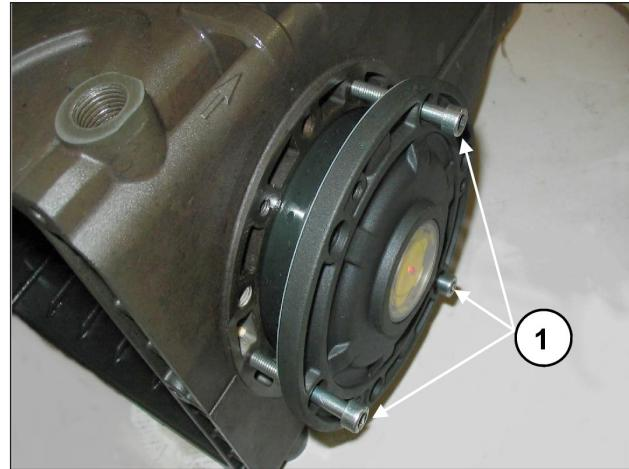

Fig. 8
Per facilitare l'imboccato del primo tratto ed il relativo inserimento dei coperchi sul carter, si consiglia l'utilizzo di N° 3 viti M6 x 40 parzialmente filettate, (Fig. 8, pos. ①) per poi completare l'operazione con le viti in dotazione (M6x16).